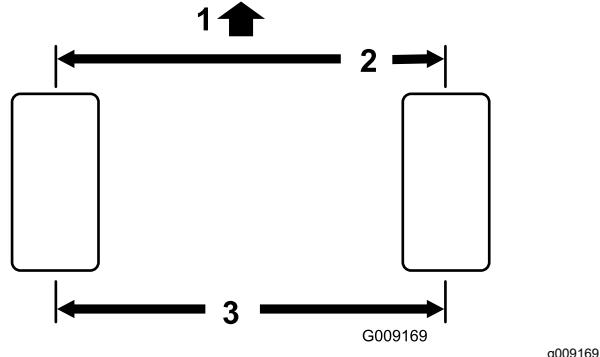

Figure 57
2. Mesurez l'entraxe (à hauteur d'essieu) à l'avant et à l'arrière des roues directrices (Figure 57).